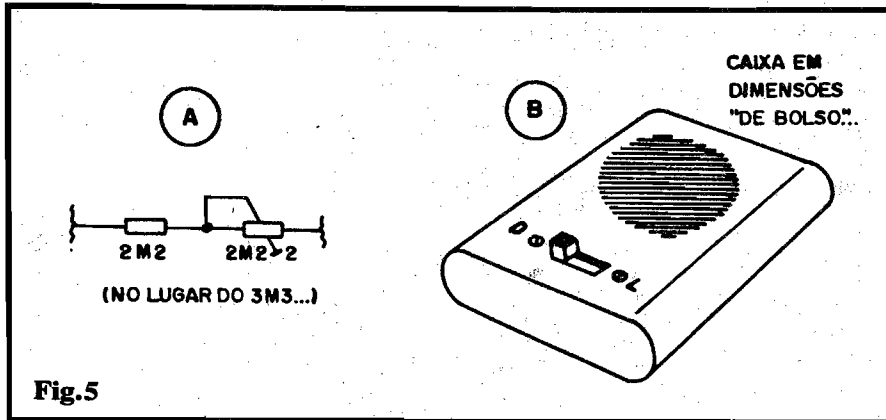

Fig.5
- **FIG. 5 - ALTERAÇÕES NO TEMPO - O ACABAMENTO** - Conforme já foi dito, os tempos decorrentes antes dos dois alarmes foram pré-determinados com razoável aproximação, demarcados em seus limites através dos valores de 3M3 e 150n acoplados aos pinos 9-10-11 do 4060. Entretanto, variações nos valores reais dos componentes envolvidos, devido às suas naturais tolerâncias, podem "disvirtuar" bastante a exatidão das esperadas temporizações... Nesse caso, a partir de uma verificação puramente experimental, o Leitor/Hobbysta poderá **calibrar**, com grande precisão, o funcionamento do circuito, eventualmente **mudando** o valor do capacitor original de 150n (não são recomendados alterações radicais no dito valor; o melhor é ir "aos poucos", até obter-se a desejada faixa de tempo...) ou até - para extrema precisão - trocando-se o resistor fixo original de 3M3 por um conjunto/série (fig. 5-A) formado por um resistor de 2M2 e um trim-pot de idêntico valor, a partir de cujo ajuste, por
"tentativa e erro" (monitorando os tempos obtidos com o auxílio de um bom relógio...). Com tais providências (e um pouco de paciência na calibração) podem ser determinados intervalos com precisão de minutos... Quanto ao acabamento do PEPA, se tudo for mantido com o espírito de compactação já exposto, o conjunto ficará suficientemente pequeno a ponto de ser "embutido" facilmente numa caixa plástica padronizada (ou improvisada) de reduzidas dimensões (fig. 5-B). Notar que - externamente - a caixinha deve apenas mostrar os furinhos para saída de som do transdutor piezo, mais o interruptor geral, em seu duplo papel de "ligar-desligar" a alimentação e também dar "partida" à contagem do tempo...